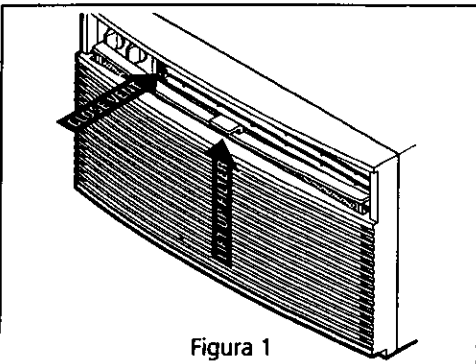

Figura 1
- En algunos modelos, empuje la manija de control de ventila a la posición de OFF (APAGADO). Levante el filtro directamente hacia arriba y afuera (Figura 1).